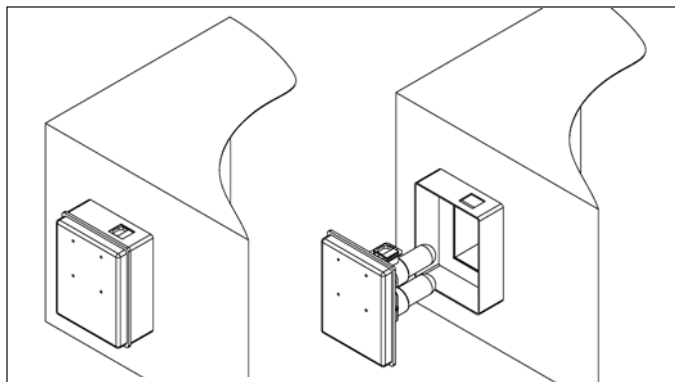

fig. 18
- Svitare le 4 viti di fissaggio del coperchio della scatola (fig. 18).
- Remove the 4 fixation screws of the cover of the box (fig. 18).